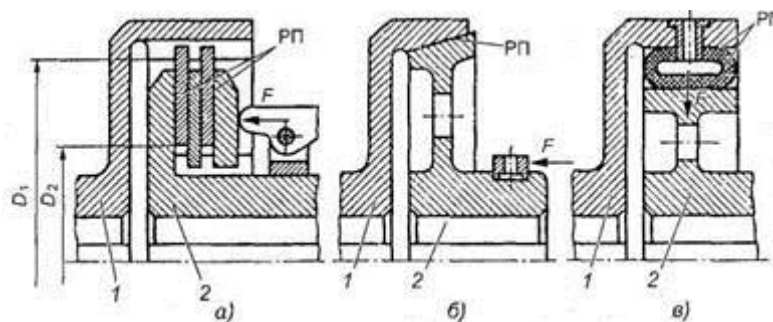

Рис. 11. Фрикционные муфты: а — дисковая; б — конусная; в — цилиндрическая
*Фрикционные муфты* (рис.11) в отличие от кулачковых, допускают включение на